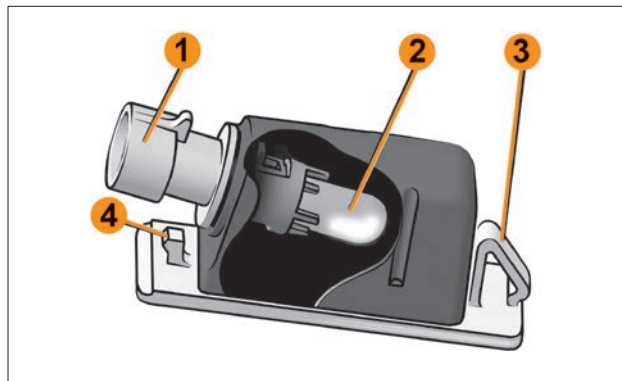

Рис. 17. Фонарь освещения номерного знака
Для замены лампы в фонаре снимите его с автомобиля. В посадочном гнезде фонарь удерживается пружинной защелкой **3** и фиксатором **4** (рис. 17).
- воздействуя с левой стороны фонаря, например, лезвием ключа выключателя зажигания, аккуратно сдвиньте его вправо и выведите фиксатор **4** из зацепления (рис. 17);
- повернув патрон **1** (рис. 17) против часовой стрелки, выньте его в сборе с лампой из корпуса фонаря и извлеките лампу **2** (рис. 17), потянув ее на себя.